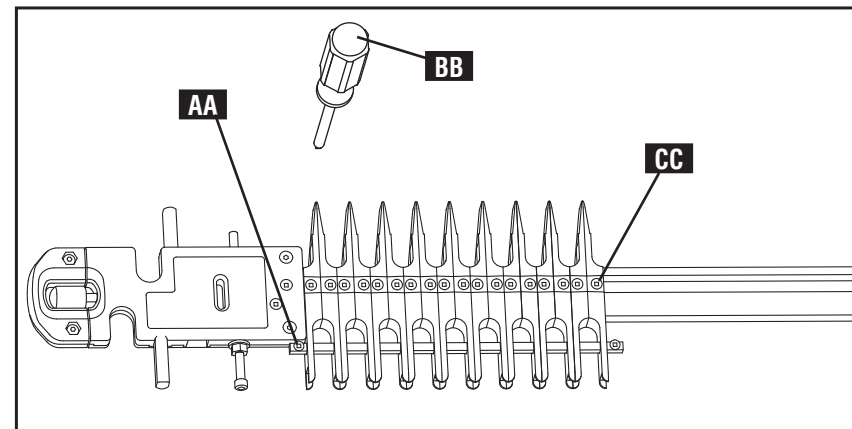

Fig. C14
La plantilla de espacios variables se entrega con los encastrados en posición para cortar colas de milano semiciegas en una sola pasada (como se muestra en la Fig. C14).
Para aprovechar la funcionalidad de espacios variables, primero afloje el tornillo de sujeción ubicado en (AA) Fig. C14 con el destornillador cuadrado suministrado (BB) y deslice la barra hacia afuera. (Asegúrese de volver a ajustar el tornillo para usarlo más tarde).